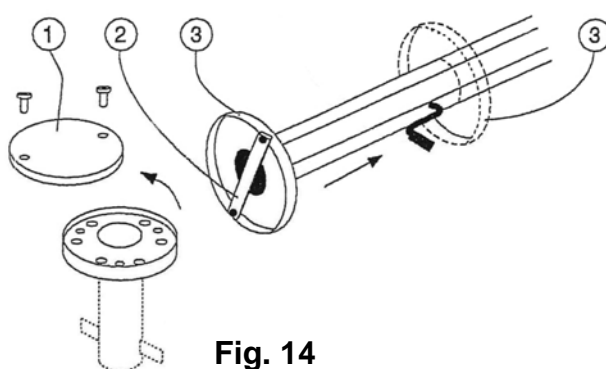

Fig. 14
- Anpressring (3) von Bodenhülse losschrauben und oberhalb der Handkurbel gepolstert fixieren (Fig. 14).